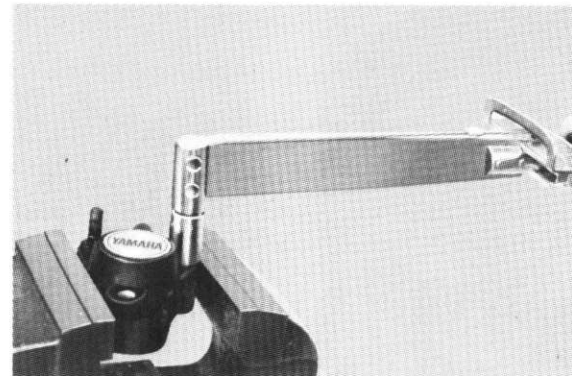

Fig. 40
- (c) The two bridge bolts must be replaced with new ones. Tighten the two hexagon bolts (M8 x 1.0). (Fig. 40)
- (c) Les deux boulons traversants doivent être remplacés par des neufs. Serrer en premier les deux vis à 6 pans intérieurs (M8 x 1,0). Les deux boulons seront serrés ultérieurement. (Fig. 40)
- (c) Die beiden Stegbolzen müssen erneuert werden. Beide Sechskantschrauben (M8 x 1) anziehen. (Abb. 40) Die Stegbolzen werden später angezogen.